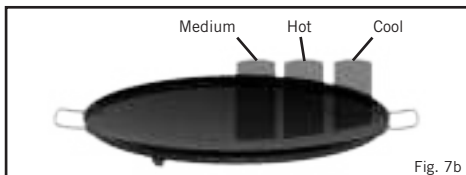

Fig. 7b
- Tilberedelsestemperaturen kan nemt justeres til at passe til dit behov ved at dreje styringsknappen (K) og regulere varmegraderne. En af funktionerne hos Skottel BBQ er, at den tilbyder forskellige varmezoner (se fig. 7b). Dette er meget nyttigt eftersom nogle levnedsmidler bliver hurtigere nok end andre, og den mad, der er først færdig, således kan flyttes til køligere områder på fadet og holdes varm, mens resten af maden tilberedes færdig.